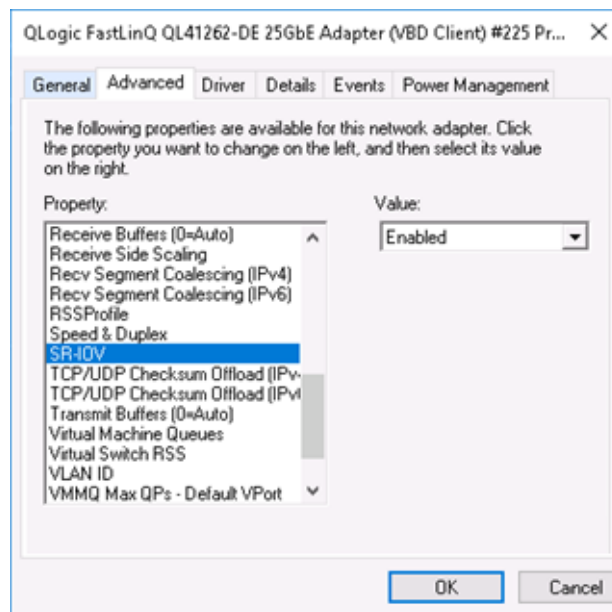

Figure 11-3. Propriétés de l'adaptateur, Avancées : Activation de SR-IOV
- c. Sur la page Propriétés avancées (Figure 11-3) sous **Propriété**, sélectionnez **SR-IOV**, puis définissez la valeur sur **Activé**.